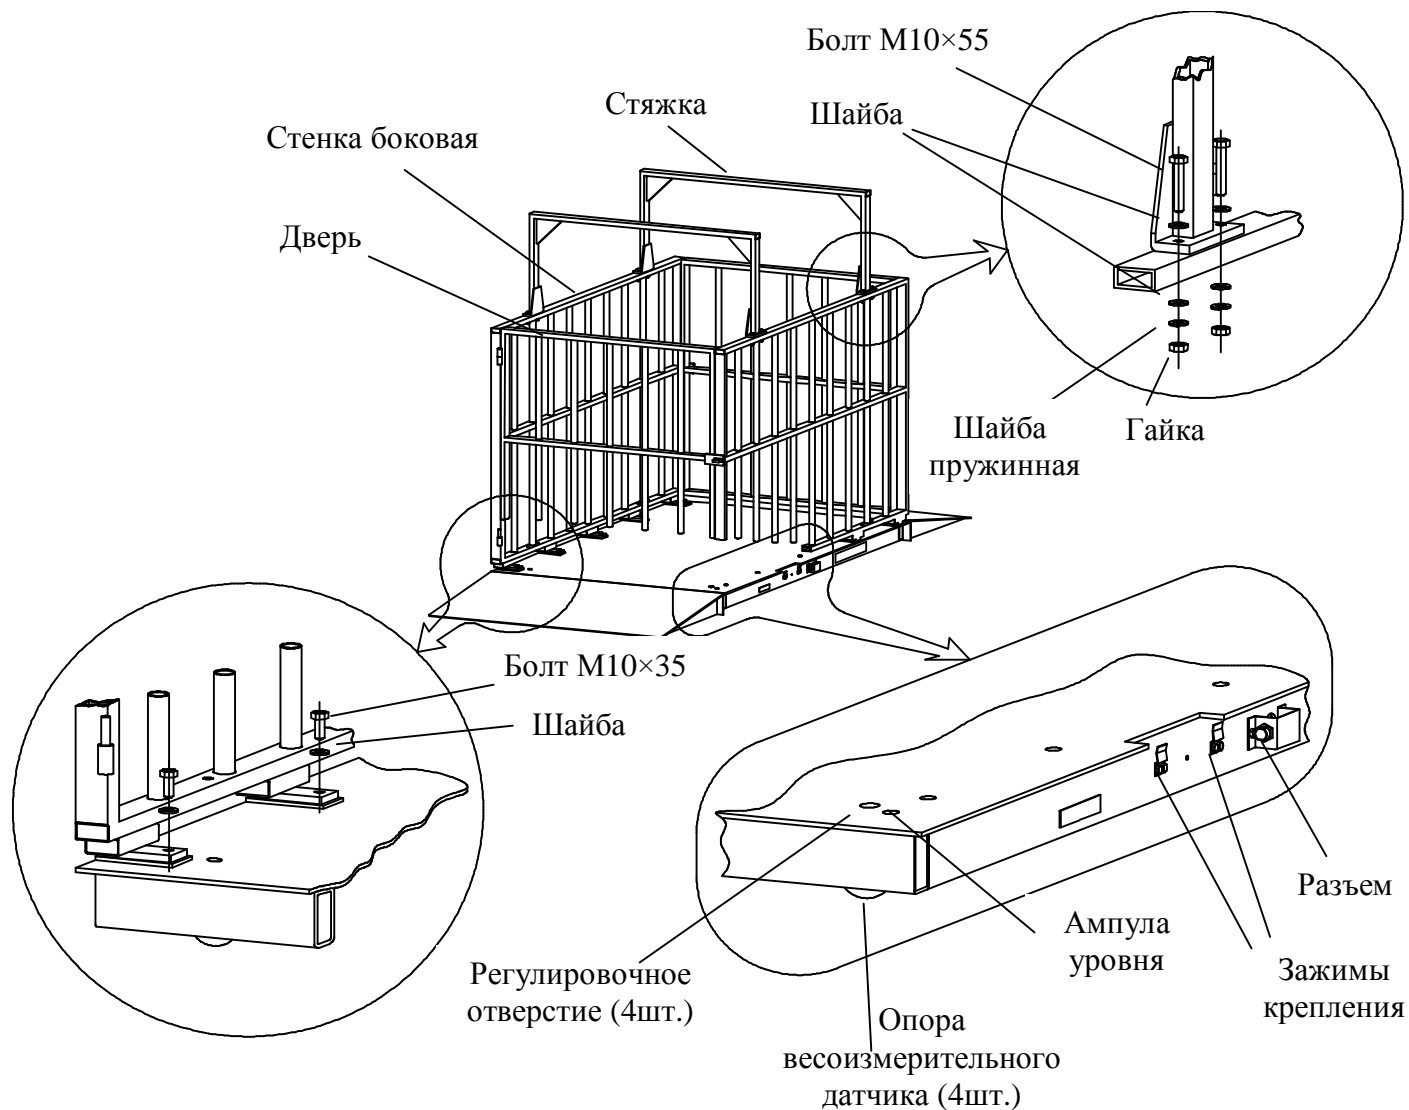

Рис. 5.1 - Платформа весовая
5.1 Платформа весовая состоит из рамы с четырьмя встроенными цифровыми весоизмерительными датчиками и ограждения (рис. 5.1).
6.3.1 Установить боковые стенки ограждения на платформу весов и привинтить их болтами М10×35, не затягивая болты (каждая боковая стенка крепится 5-ю болтами, см. рис. 5.1).
6.3.2 Установить две стяжки сверху боковых стенок ограждения и привинтить их болтами с гайками, не затягивая болты (каждая стяжка крепится 4-мя болтами М10×55 с гайками, см. рис. 5.1).